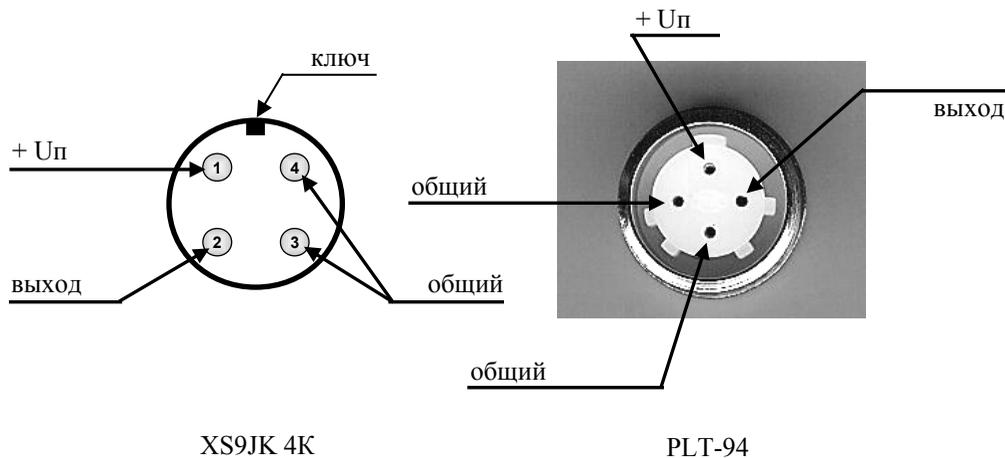

рис.1
2.4. Унифицированное расположение выводов разъёма XS9JK-4P/4 для ГС с выносным датчиком показано на рис.1. (вид на приборную часть разъёма, установленную на приборе).